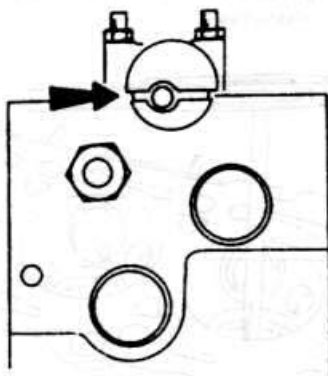

Рис. 2.67
- ♦ Перед тем как устанавливать головку блока, необходимо установить распредвал в положение, показанное на рис. 2.67.